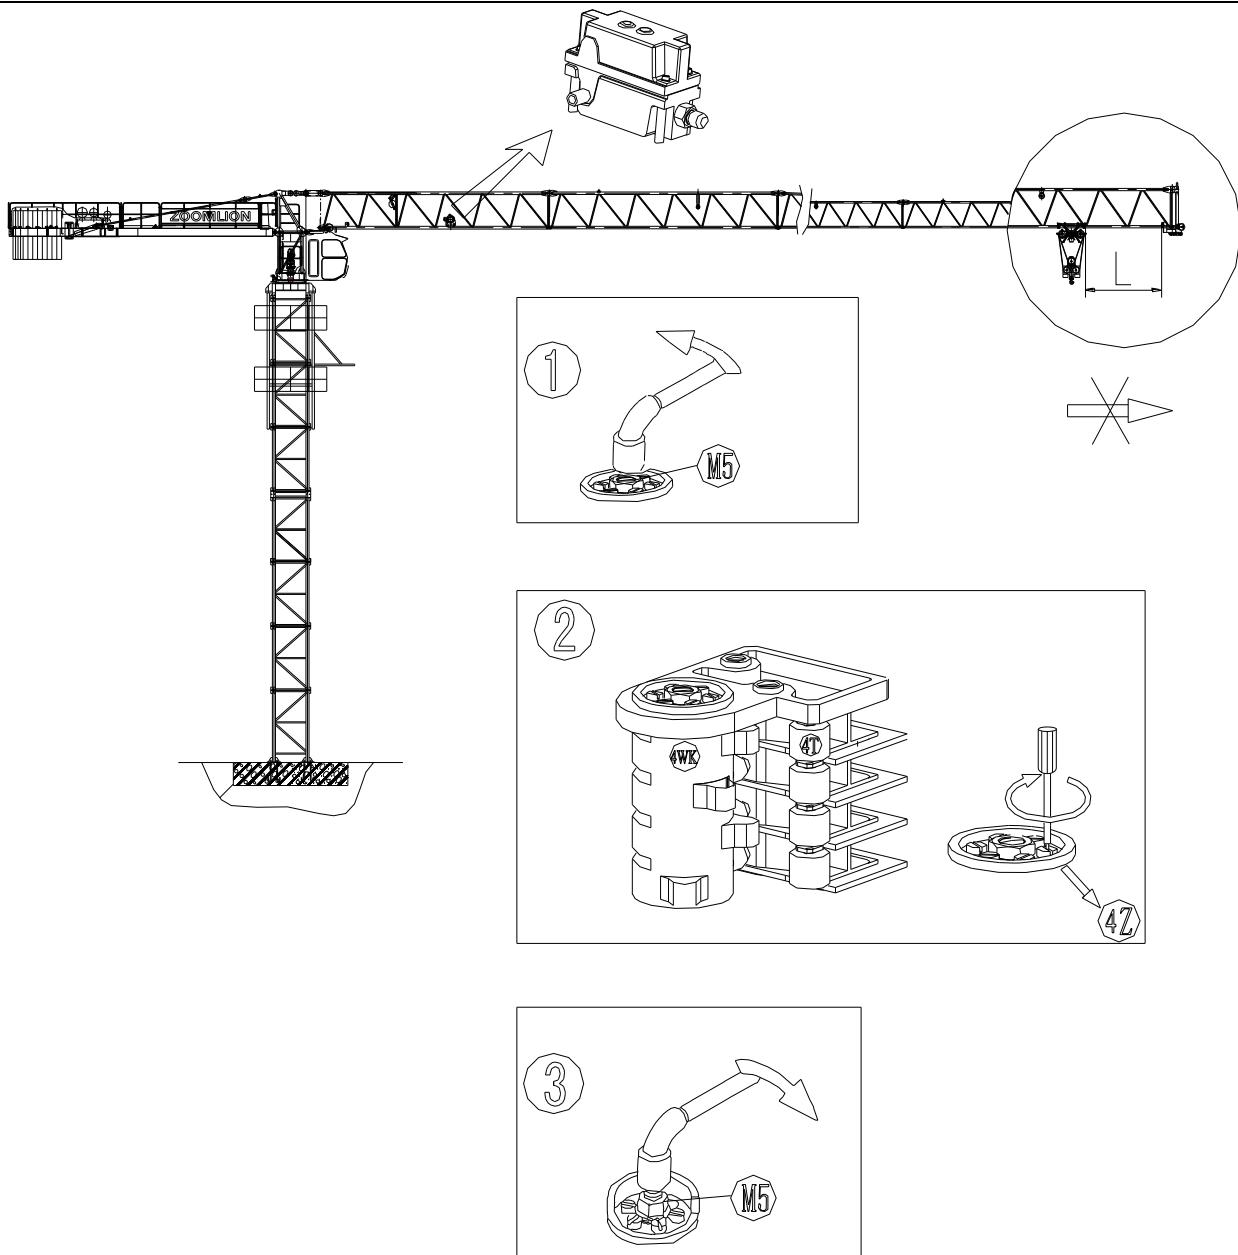

图 7.2-19 向外变幅限位
- (1) 松开螺母 M5；
- (2) 载重小车以低速开至起重臂臂尖缓冲器  $L=200\text{mm}$  处，按程序调整(4Z)轴，使凸轮(4T)压下微动开关 (4WK)，使小车停止向外移动；
- (3) 拧紧螺母 M5，见图 7.2-19。